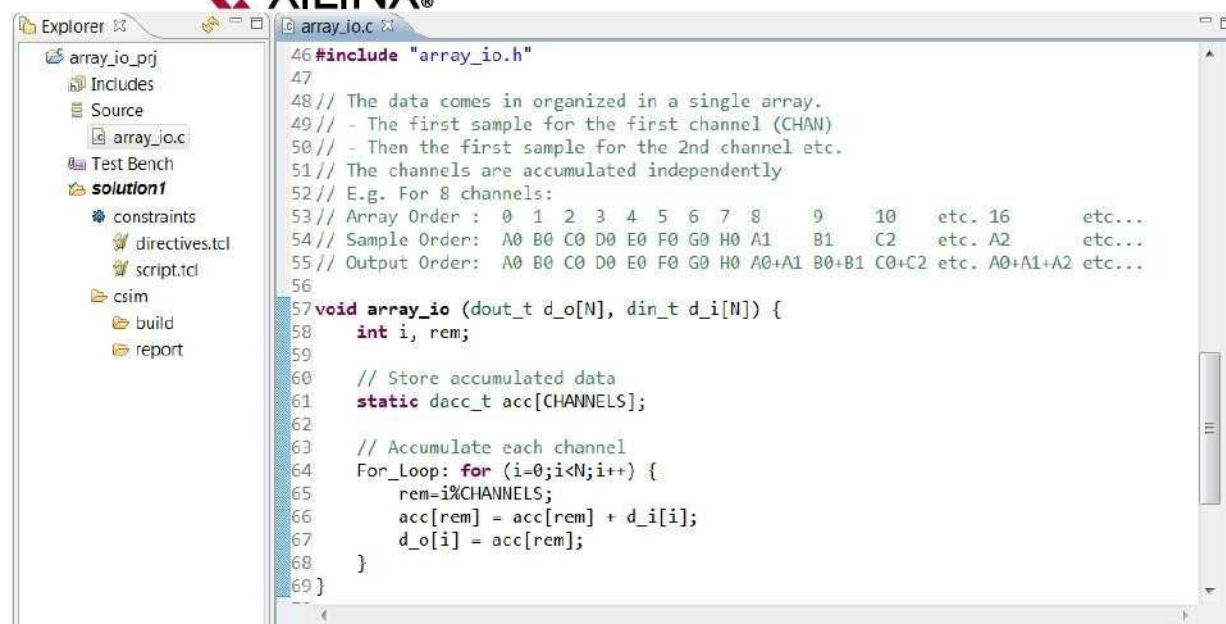

图4-15: 接口合成实验室3的C代码
4. 打开源代码(*array_io.c*)，如图 4-15 所示。